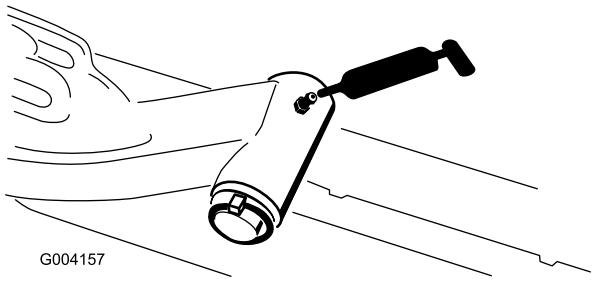

Figura 47
- Albero del perno del braccio di sollevamento (1 cad.) (Figura 47)